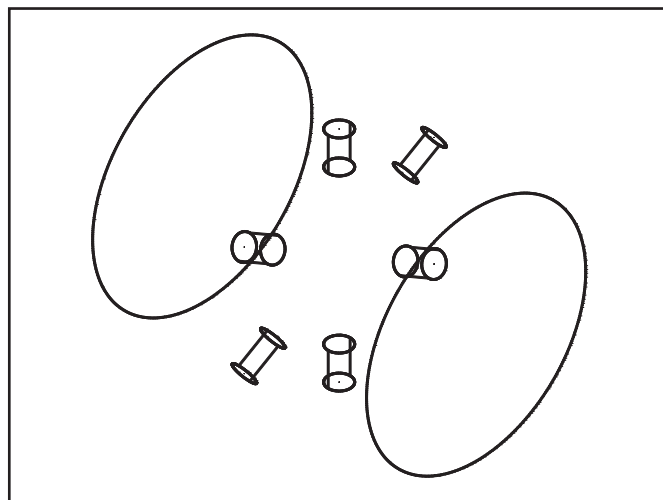

Рис. 4
- обработка радиального отверстия (рис. 4);